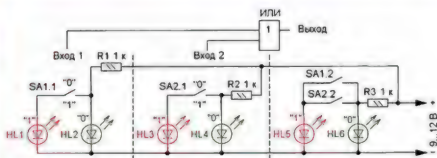

Рис. 3
"ИЛИ" (OR) — логический элемент, в котором выходной сигнал Y принимает значение лог. 1 при наличии на хотя бы одном из его нескольких входов сигнала лог. 1 (рис. 3). Если на всех входах лог. 0, на выходе элемента также лог. 0. Этот имитатор, а также последующие имеют несколько входов для одного элемента входа, на которые с помощью переключателей можно подавать "логические уровни".